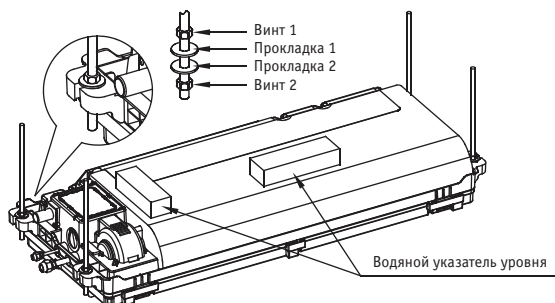

Рис. 5-7
2. Для выравнивания блока по длине и ширине при подъеме с использованием монтажных болтов, как показано на рис. 5-7, применяйте измеритель уровня. В процессе навески необходимо постоянно регулировать 4 болта крепления 2. Может произойти следующая ситуация: при выравнивании блока расстояние между четырьмя прокладками 2 болта крепления и нижней поверхностью подвесного потолка может измениться и не составлять 70 мм. На этом этапе необходимо перемещать блок вверх и вниз и убедиться, что он выровнен. Постарайтесь, чтобы эти четыре измерения составляли около 70 мм.